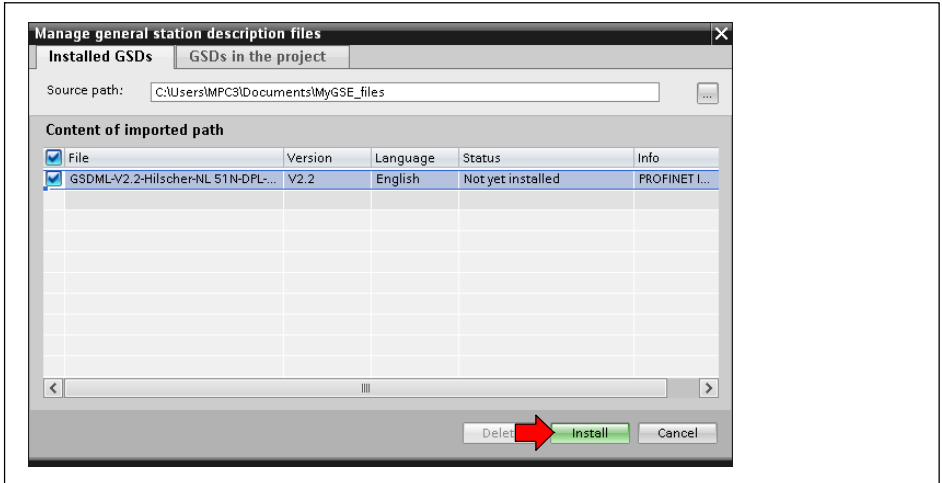

Fig. 4.12 Installation du fichier GSDML
- ▶ Ouvrez le fichier GSDML que vous avez créé au *paragraphe 4.3* et installez ce fichier (*Fig. 4.12*).